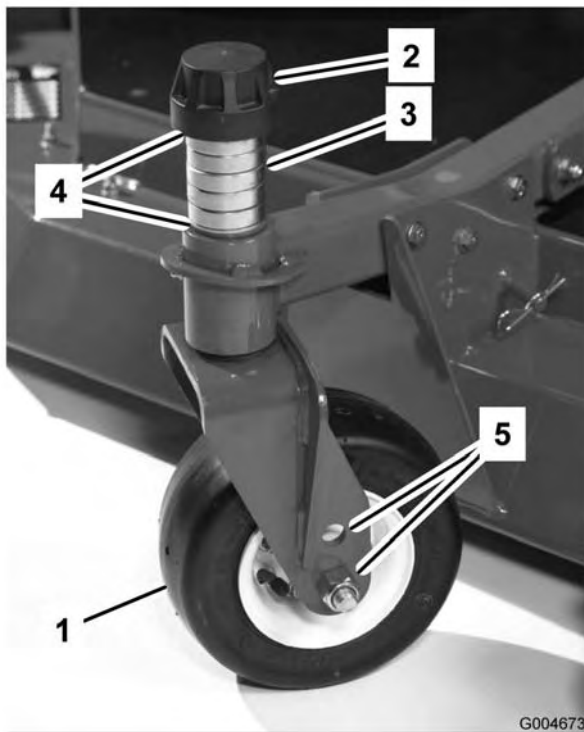

Bild 87
1. Entfernen Sie die Spannkappe von der Spindelwelle und ziehen die Spindel aus dem Laufradarm heraus (Bild 87). Stecken Sie die Beilagscheiben nach Bedarf um, um das Laufrad anzuheben oder abzusenken, bis das Mähwerk die korrekte Neigung erhalten hat.